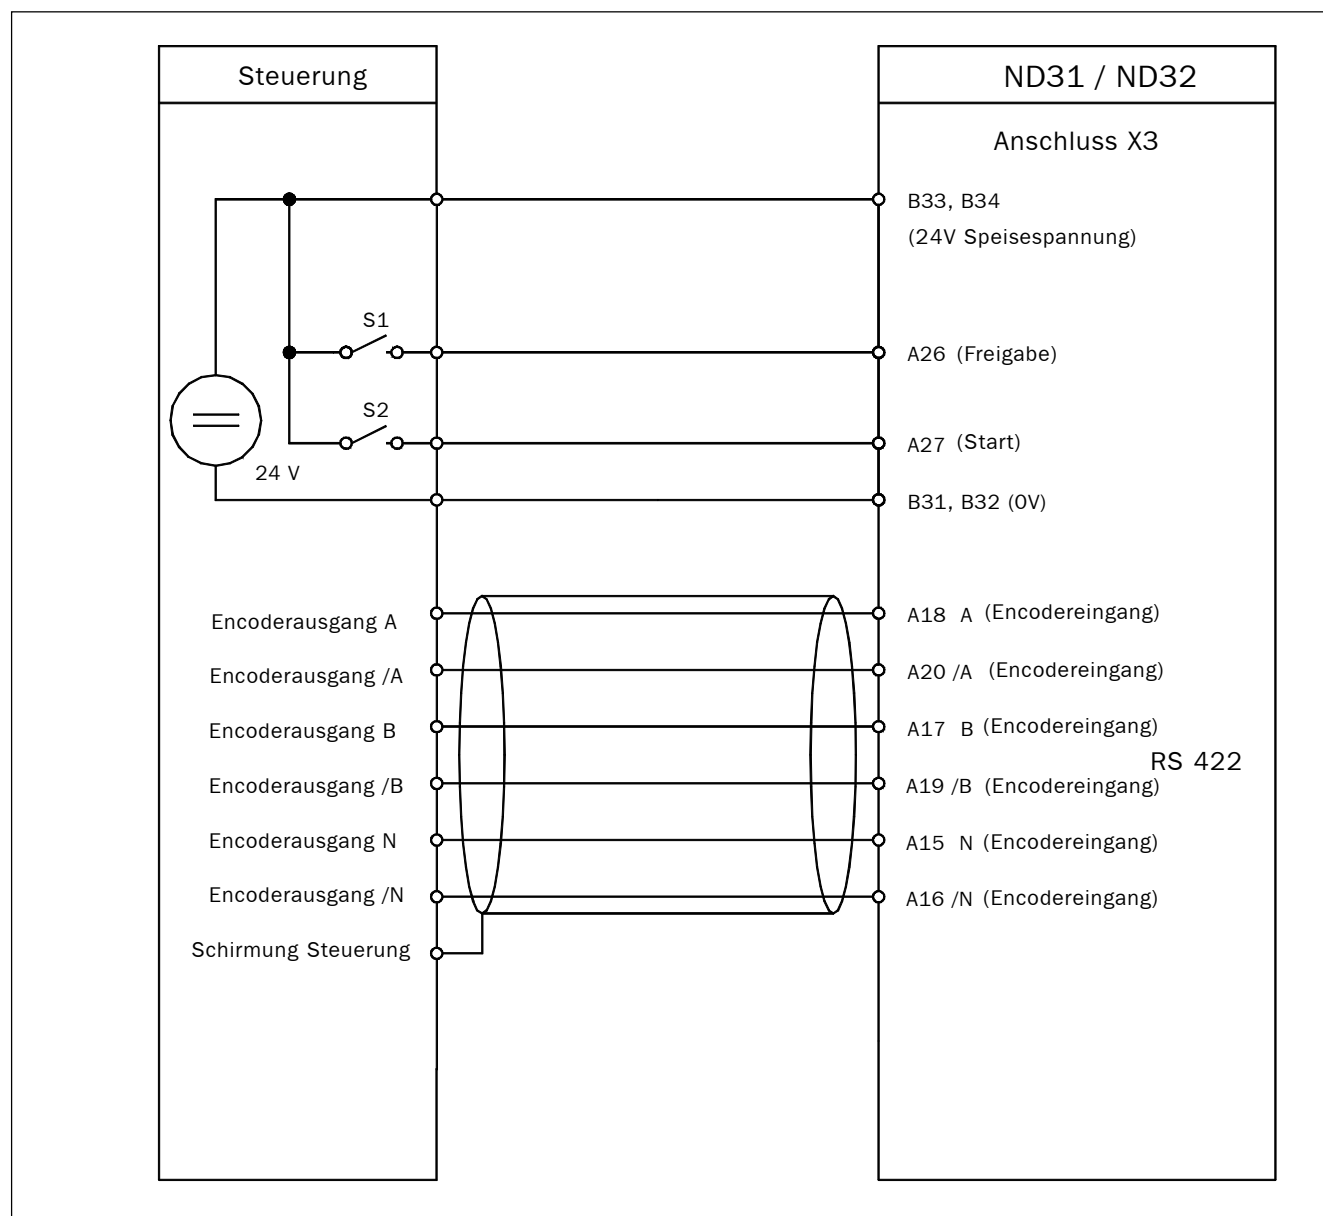

Abbildung 6.1-1
- Die Signale sind in der gezeigten Weise anzuschließen (Abbildung 6.1-1). Die Signalamplituden entsprechen RS422 und dürfen zwischen 0 V ... 5 V nicht überschreiten.